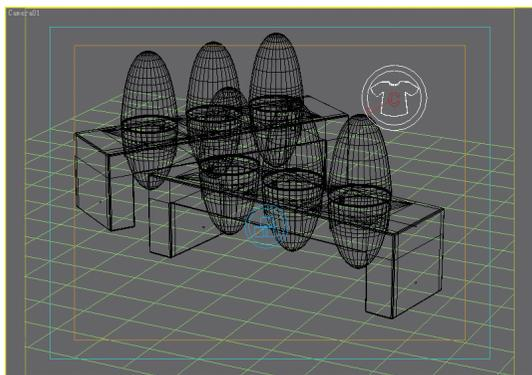

图9-45 创建布料收集器
**08** 再单击reactor工具栏上的  按钮, 在视图中单击鼠标创建一个布料收集器, 如图9-45所示。